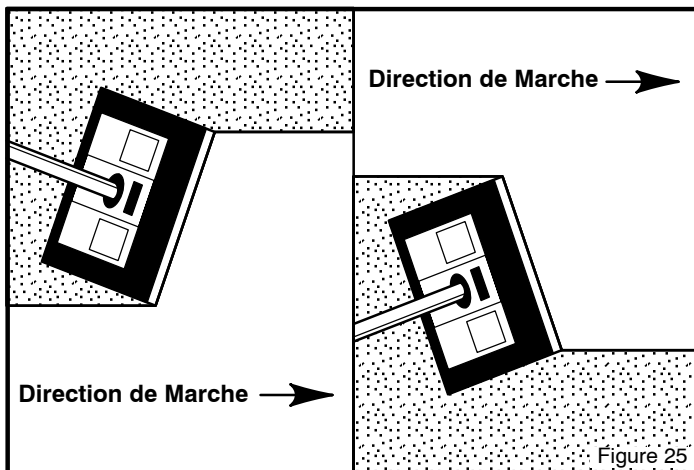

Figure 25
- Diriger l'ouverture d'éjection dans la direction du vent, chaque fois que possible en tournant celle-ci légèrement vers la droite ou vers la gauche selon le besoin. Figure 25.